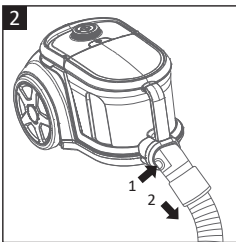

Fig. 2
- Presione el botón de liberación en el cuello de la manguera de succión (6) para desbloquear y retirarla de la aspiradora (**Fig. 2**).